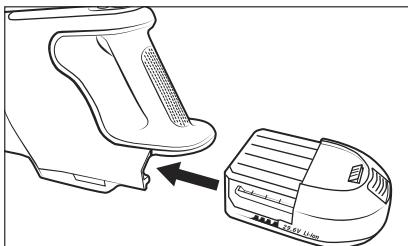

Fig. 3
- Infilare la batteria 2 nell'apparecchio finché non si innesta nell'apparecchio con un clic (vedere fig. 3).